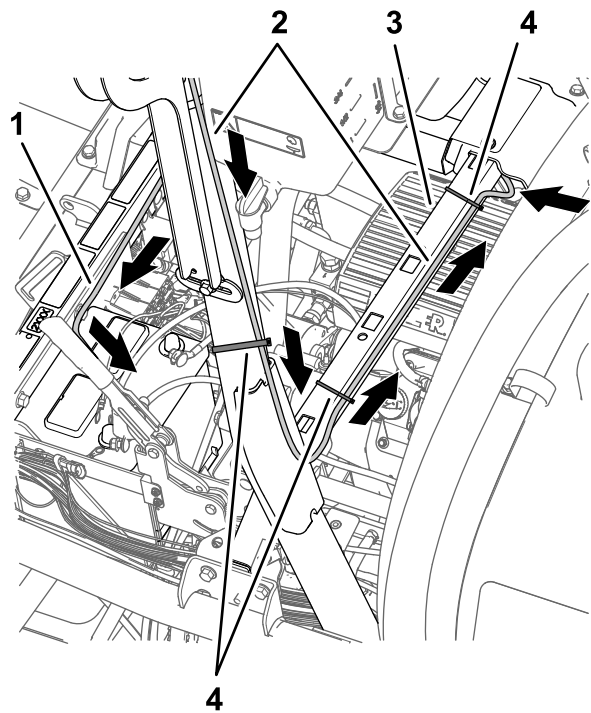

Figura 201
1. Encaminhe a cablagem de dados e a cablagem da bateria para baixo e para trás da barra de segurança vertical esquerda para a travessa de suporte do banco (Figura 201).
2. Prenda a secção com 390 cm da cablagem dos dados do recetor de navegação à barra de segurança como se mostra na Figura 201.
5. Encaminhe a cablagem de dados e cablagem da bateria através da travessa de suporte do banco e prenda a secção de 390 cm da cablagem de dados para a travessa com duas braçadeiras de cabos (Figura 201 e Figura 203).